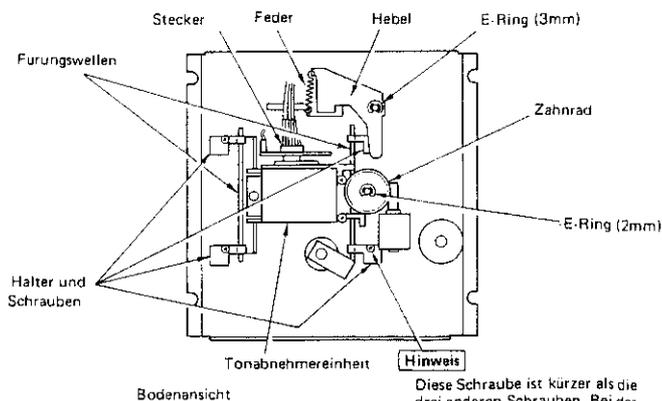

Abb. 5
- 2) Den E-Ring ($\varnothing = 3 \text{ mm}$) entfernen, mit welchem die Drehzapfenwelle des Hebels befestigt ist, und die Feder abnehmen (Abb. 5).